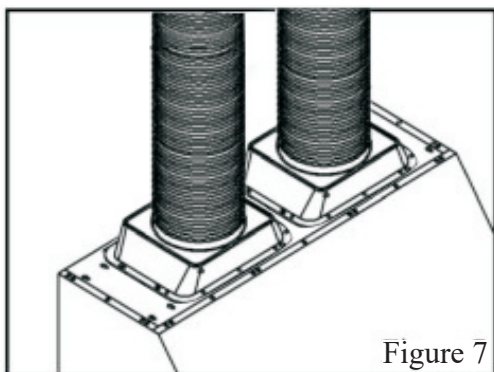

Figure 7
3. Utilisez un conduit circulaire de 8 " en métal (suivez les codes de construction dans votre région) pour connecter la sortie d'air sur la hotte à la gaine ci-dessus. Utilisez du ruban argenté ou ruban à conduit pour rendre tous les joints sécuritaires et étanches. Se référer à la Figure 7.